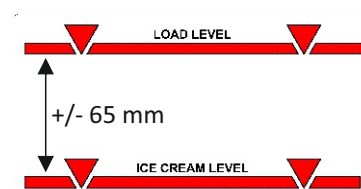

Abbildung 3
**SEHR WICHTIG!** Bei allen oberhalb der Markierung (Ladezustand - Abb. 3) gelagerten Produkte ist die für Gefriergut minimal zulässige Temperatur nicht länger gewährleistet.